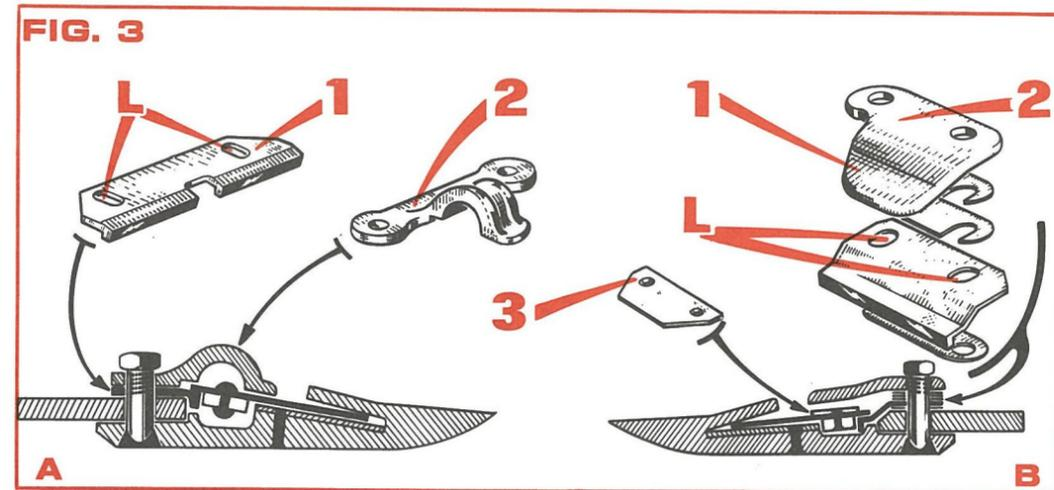

FIG. 3
— Les plaques d'usures (1 fig 3) constituent un autre groupe d'organes du porte-lame. Ces pièces subissent la poussée due au recul de la tringle de la lame pendant le fonctionnement et possèdent des lumières (L) qui permettent de les déplacer vers l'avant (réglage du jeu horizontal de la lame).
— Le long de la barre de coupe sont disposés des pince-lame (2 fig 3) destinés à empêcher la lame de se soulever. Pour la barre normale (fig 3 A), ceux-ci appuient directement sur les sections, alors que sur la barre intermédiaire (fig 3B) ceux-ci sont en contact avec les plaques de décrassage rivetées sur les sections.